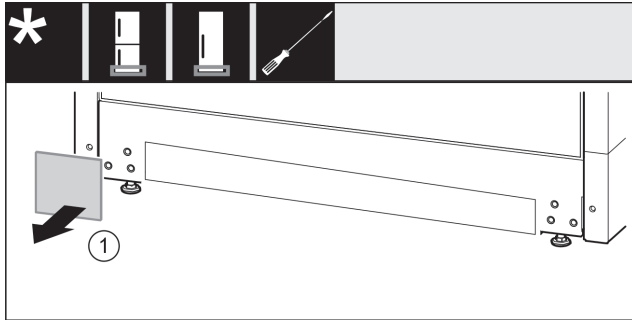

Fig. 35
- Abdeckung abnehmen. *Fig. 35 (1)*